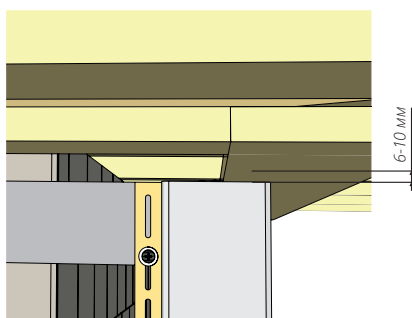
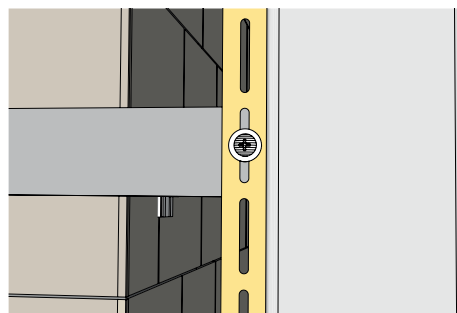

Рисунок 10
Рисунок 11
- 6.8** Все вертикально монтируемые элементы (доборные элементы) вывешиваются / фиксируются во второе-третье перфорационное отверстие на саморез(ы), за исключением фактурных углов. Это единственный саморез, который вкручивается в верхний край перфорационного отверстия (Рис. 10), остальные саморезы необходимо вкручивать точно в середину перфорации (Рис. 11).